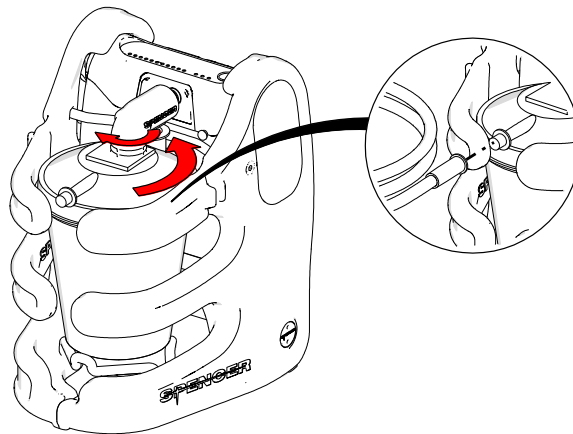

Fig. 8
3. Collegare il tubo paziente (n°17 paragrafo 3.2) al coperchio del recipiente nella porta di ingresso contrassegnata con la dicitura "Patient". Verificare che tutte le connessioni siano sicure per evitare perdite di liquidi e di depressione (fig. 8).